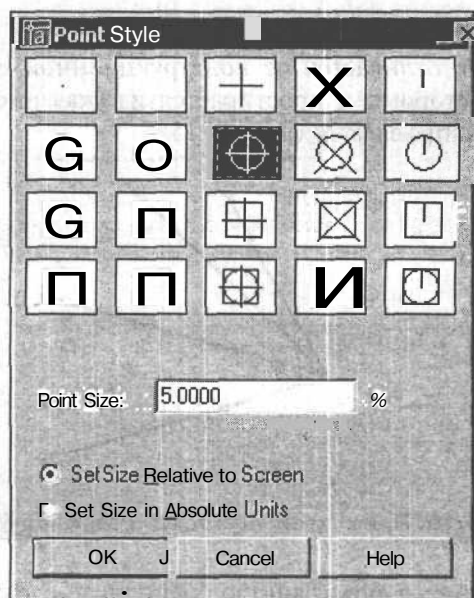

Рис. 14.16. Диалоговое окно настройки стиля отображения точек
1. Откройте выпадающее меню **Format** (Формат) и выберите из него **Point Style** (Отображение точек). Появится диалоговое окно **Point Style** (Отображение точек) (рис. 14.16).